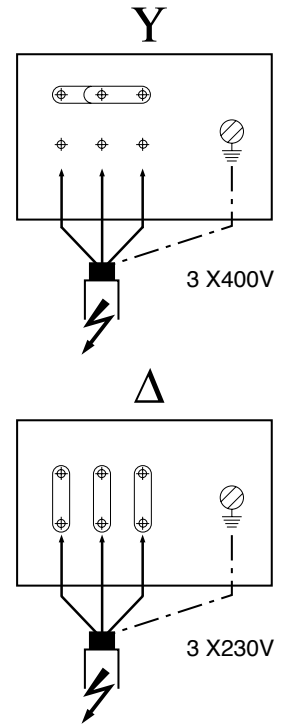

FIG. 2
- Рисунок 2: Насос работает под давлением накопительного бака или подключен к системе центрального водоснабжения с защитой от “сухого хода”.